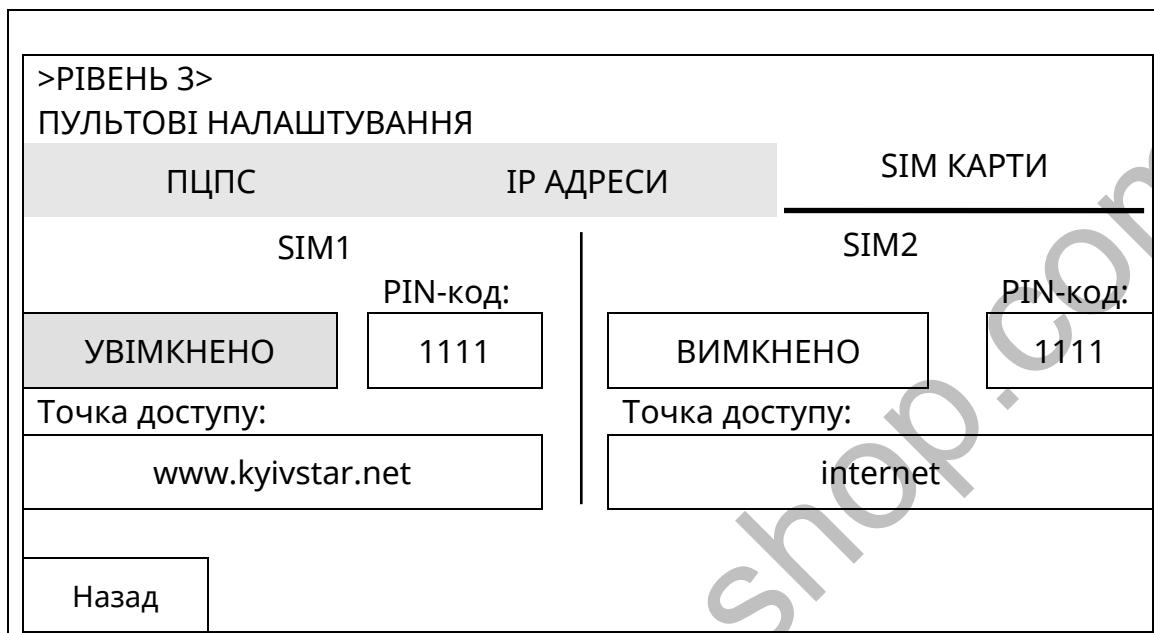

Рисунок 10.11.3 – Вікно налаштувань SIM-карт
10.11.3 Якщо доторкнутися до поля [**SIM КАРТИ**], відкривається вікно налаштувань даних для SIM-карт (рис. 10.11.3). В модуль M-GSM можна встановити 1 або 2 SIM-карти. Карта в гнізді SIM1 модуля M-GSM є основною, SIM2 – резервною. Стан карти
Якщо в SIM-карти PIN-код знятий, то значення, вказане для неї в полі «PIN-код» на рис. 10.11.3, не аналізується.